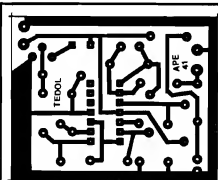

Fig.2
- FIG. 2 - LAY OUT DO CIRCUITO IMPRESSO ESPECÍFICO - Em tamanho natural (escala 1:1), a figura mostra o arranjo de ilhas e pistas na face cobreada da placa de Circuito Impresso do TESTA-DOLAR... O padrão é bastante simples, e mesmo o Hobbysta iniciante não encontrará grandes dificuldades na sua elaboração, usando tinta especial (ácido-resistente) ou os decalques apropriados, existentes no varejo de Eletrônica. Como sempre, recomendamos os cuidados e
Como o circuito do TESTA-DOLAR envolve o trabalho de amplificação em ganho muitíssimo elevado, a partir de sinais iniciais muito fracos, mais ainda devem ser enfatizados os cuidados com os comprimentos dos fios e cabegens (quanto menores forem, melhor...). Quem puder obter uma caixinha metálica, nas convenientes dimensões, poderá usá-la, com vantagens no sentido da blindagem geral do circuito, bastando ligar, eletricamente, o próprio corpo desse container à linha do negativo da alimentação geral, ou diretamente à "barra de terra", aquela faixa cobreada mais larga que circunda toda a placa do Impresso (ver fig. 2).